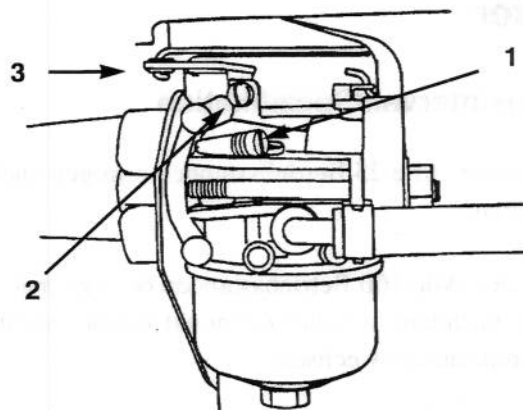

Bild 27
- Die Leerlaufmischungsschraube (Bild 27) langsam bis zum Schließen im Uhrzeigersinn drehen. Die Leerlaufmischungsschraube nie forcieren (zumachen), sonst wird der Vergaser beschädigt.
- Die Leerlaufmischungsschraube (Bild 27) eine volle Umdrehung im Gegenuhrzeigersinn drehen. Bei dieser Einstellung läßt sich der Motor starten.
- Den Vergaser-Gashebel gegen die Leerlaufeinstellschraube halten (Bild 27). Die Leerlaufeinstellschraube so verstellen, daß der Motor mit 1750 U/min läuft. Die Umdrehungszahl mit einem Drehzahlmesser prüfen.
- Während Sie den Vergaser-Gashebel weiterhin gegen die Leerlaufeinstellschraube halten, die Leerlaufmischungsschraube (Bild 27) langsam eindrehen (Uhrzeigersinn), bis sich die Motordrehzahl reduziert (magere Mischung). Jetzt die Leerlaufmischungsschraube herausdrehen (Gegenuhrzeigersinn), bis der Motor beginnt, unregelmäßig zu laufen (fette Mischung).
- Jetzt die Leerlaufmischungsschraube (Bild 27) halbwegs zwischen mager und fett einstellen, bis der Motor ruhig läuft.